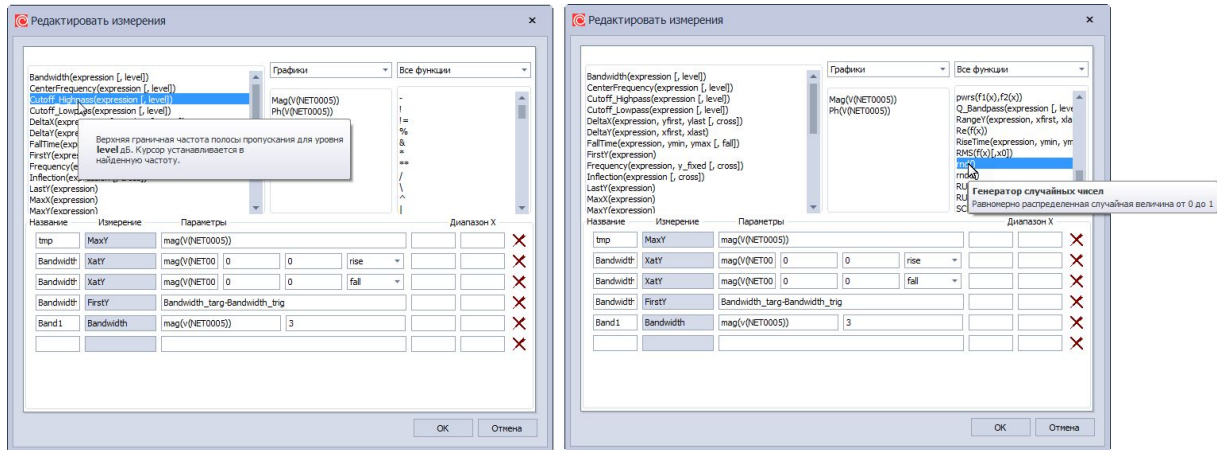

Рис. 143 Окно редактирования измерений
- Редактировать. Этим пунктом вызывается окно «Редактировать измерения» для правки, добавления и удаления измерений, см. Рис. 143. Удаление выполняется кнопкой .